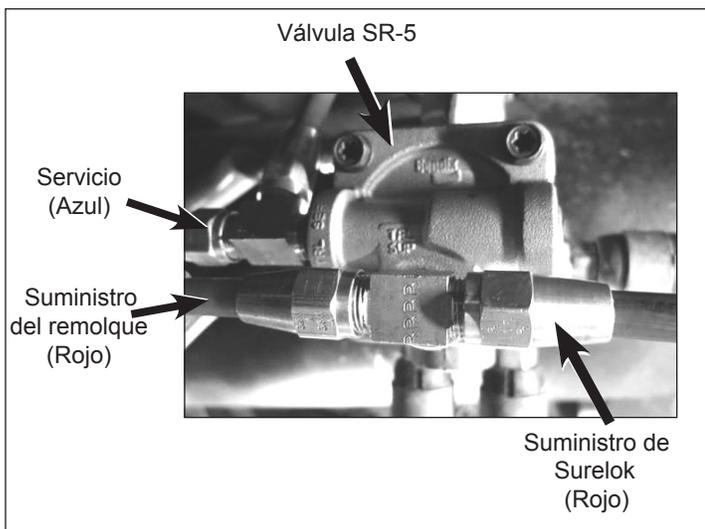

Figura 4: Conexiones de tubería de aire de la tapa del pistón
1. Identifique y desconecte todas las tuberías de aire conectadas a la tapa del pistón de control. (*Consulte la figura 4.*)